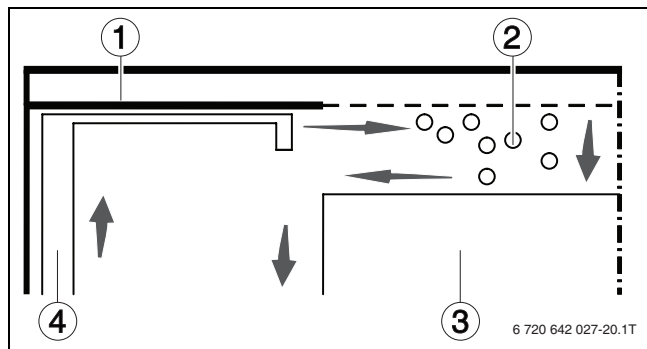

Fig. 44 Zona morta dietro la camera del bruciatore
- Ruotare verso sinistra il raschietto per la pulizia, in modo tale che la punta del raschietto si sollevi (→ fig. 44, [4]).